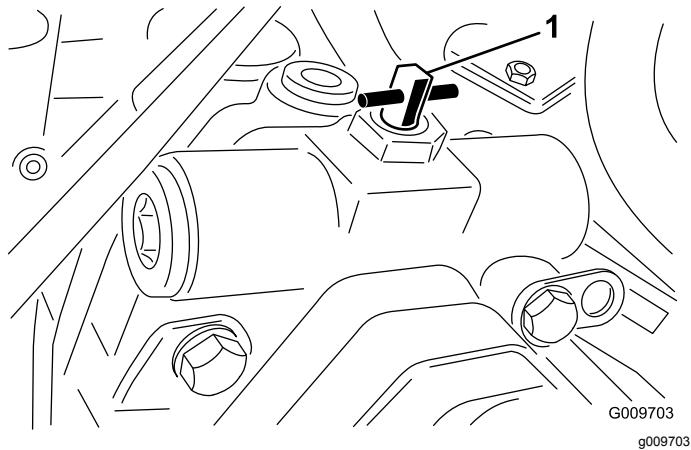

Bild 23
2. Drehen Sie das Sicherheitsventil um eine Vierteldrehung nach rechts oder links, um es zu öffnen und Öl intern abzulenken (Bild 23).